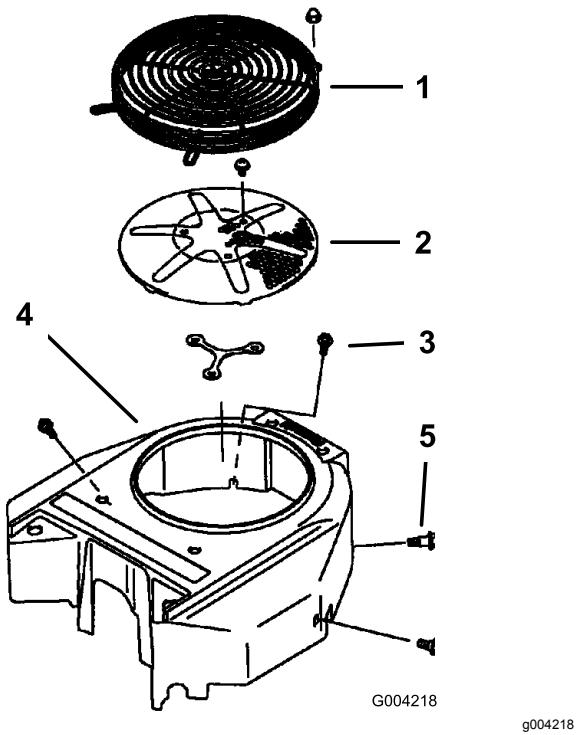

Figure 80
3. Retirez la grille d'entrée d'air, le lanceur et le carter du ventilateur (Figure 80).
5. Reposez la grille d'entrée d'air, le lanceur et le carter du ventilateur (Figure 80).